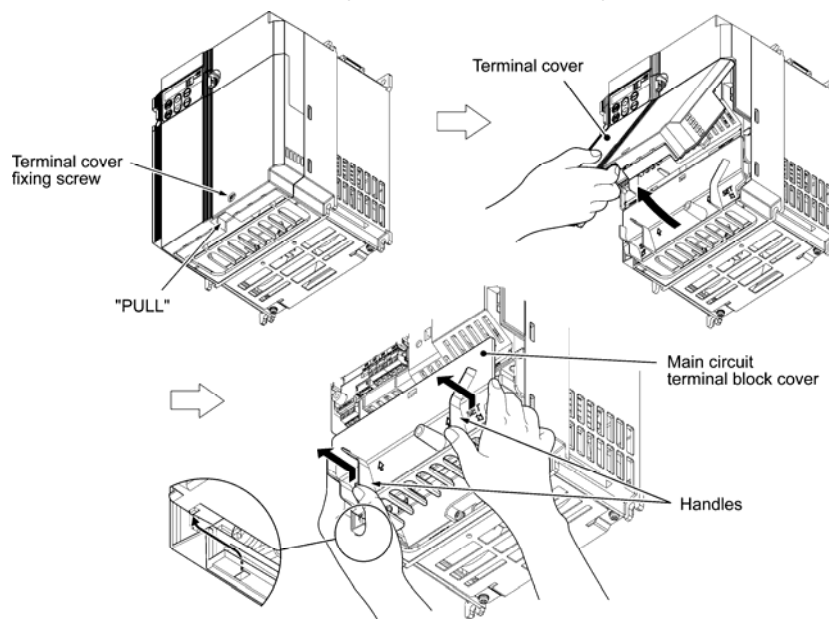

Figure 3.2 Retrait des couvercles (pour les variateurs ayant une capacité de 5,5 kW et de 7,5 kW)
(2) Pour les variateurs ayant une capacité de 5,5 kW et de 7,5 kW
- ① Pour retirer le cache-bornes, desserrez d'abord les vis de fixation, mettez vos mains dans la fossette du cache-bornes (indication « PULL »), et tirez-la alors vers vous.
- ② Pour retirer le couvercle du bornier du circuit principal, mettez vos pouces sur les poignées du couvercle du bornier du circuit principal, et enfoncez-les en le soutenant avec vos doigts (veuillez-vous référer à la figure 3.2).